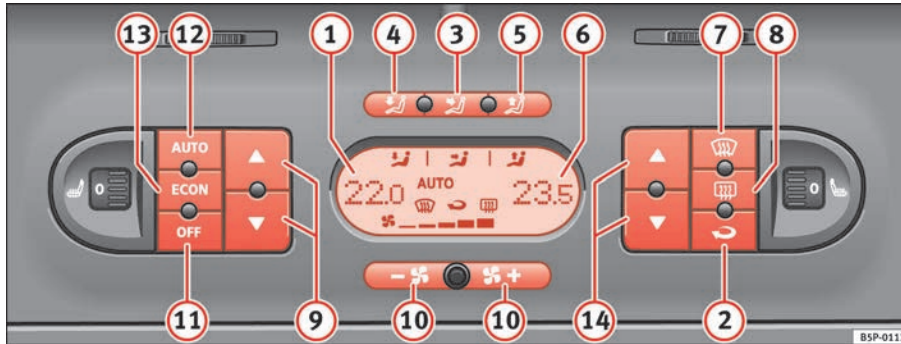

Abb. 131 In der Instrumententafel: Bedienelemente 2C-Climatronic
- Drücken Sie eine der Tasten ⇒ Seite 161, Abb. 131 (3) bis (5), die Taste **ECON** oder drücken Sie die Gebläsetasten (10). Am Display erlischt das Symbol **AUTO**.
- Drücken Sie die Taste  ⇒ Seite 161, Abb. 131 , um den Umluftbetrieb ein- oder auszuschalten. Bei eingeschaltetem Umluftbetrieb erscheint am Display das Symbol .